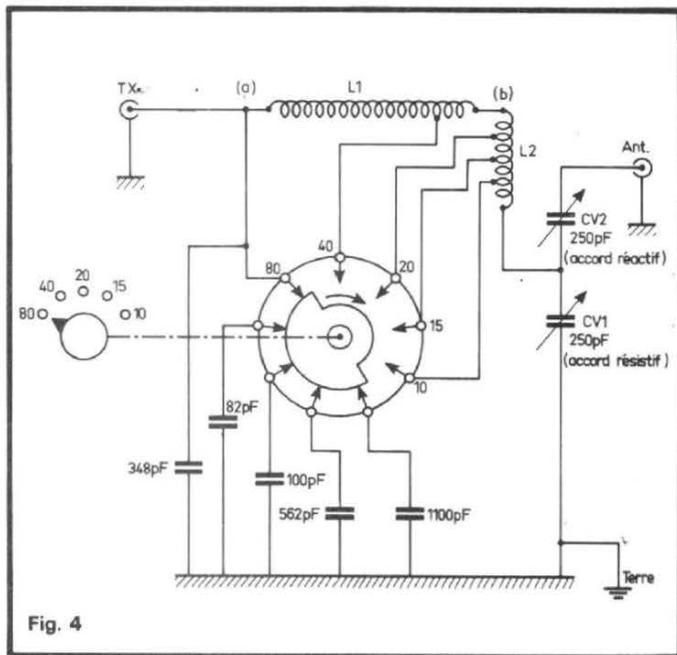

Fig. 4
1) Le relais Siemens de la figure 4 est un modèle 24 V collant (travail) pour 50 à 100 mA environ.
La figure 4 représente le schéma complet de la réalisation pratique d'une telle boîte de couplage. Le commutateur de bandes est représenté en position « bande 80 m ». Pour passer sur les autres bandes décamétriques, on tourne ce commutateur dans le sens des aiguilles d'une montre, et l'on voit que pour chaque bande, on court-circuite une partie des bobinages et on met hors circuit certains condensateurs fixes. Ces condensateurs fixes sont du type à diélectrique mica 1500 V dans la série à tolérance  $\pm 2\%$ .